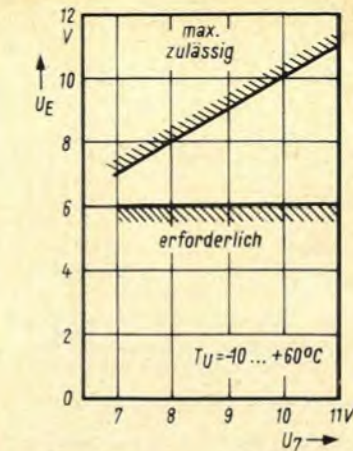

Bild 3. Zulässige Streugrenzen für die Eingangsimpulse („1“-Zustand) in Abhängigkeit von der Betriebsspannung
- "1"-Zustand (Bild 3):  $6...U_7 \text{ V}$
Aus den Bildern 3 und 4 kann man die Eingangsdaten einer Frequenzteilerstufe bei verschiedenen Betriebsspannungen entnehmen. Die Eingangsimpulse müssen einerseits mindestens eine Amplitude von 6 V haben, andererseits darf ihre Amplitude nicht größer als die Betriebsspannung ( $U_7$ ) sein. Dieser Bereich ist in Bild 3 dargestellt. Die im „0“-Zustand am Eingang liegende Spannung soll kleiner als 1 V sein. Mit Hilfe der Eingangskennlinie (Bild 4) kann der Eingangswiderstand einer Teilerstufe berechnet werden. Der statische Eingangswiderstand liegt danach zwischen 6 k $\Omega$  und 9 k $\Omega$ .